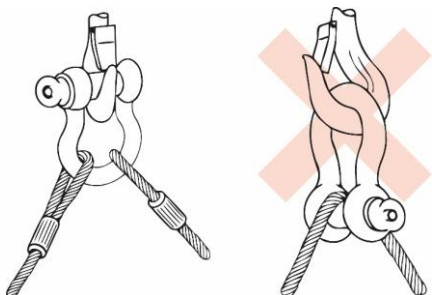

Figura 4
- Evitar las aplicaciones en las que la carga es inestable (véase la figura 4).